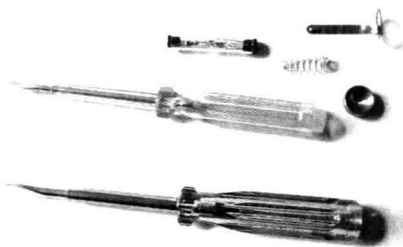

图 1-1 低压验电器
(1) 低压验电器。低压验电器又称为测电笔，有笔式和螺钉刀式两种，如图 1-1 所示。